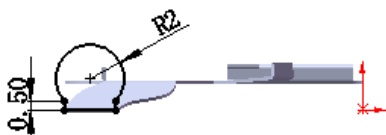

图 6.36 边线一法兰 6 草图
- (3) 定义法兰参数。
- ① 定义法兰角度值。在 **角度(G)** 区域的 文本框中输入角度值 120.0。
- ② 定义长度类型和长度值。在“边线—法兰”对话框的 **法兰长度(L)** 区域的 下拉列表中选择 **给定深度** 选项，在 文本框中输入深度值 2。在此区域中单击“外部虚拟交点”按钮
③ 定义法兰位置。在 **法兰位置(N)** 区域中, 单击“折弯在外”按钮
(4) 单击 按钮, 完成边线一法兰 6 的初步创建。
(5) 编辑边线一法兰 6 的草图。在设计树的 **边线-法兰6** 上右击, 在系统弹出的快捷菜单中单击 命令, 系统进入草图环境。绘制图 6.36 所示的草图。退出草图环境, 此时系统完成边线一法兰 6 的创建。